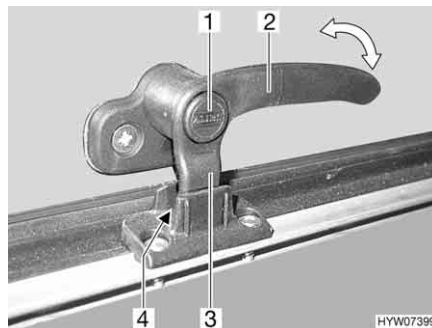
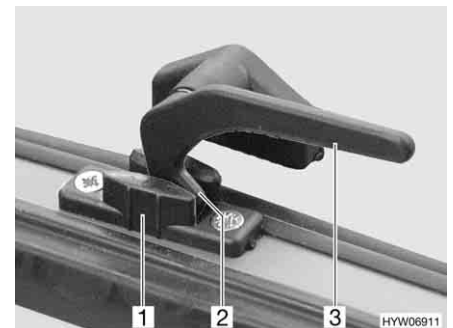

Bild 105 Verriegelungshebel mit Sicherungsknopf in Stellung "Dauerbelüftung"
Bild 106 Verriegelungshebel in Stellung "Dauerbelüftung"
- in Stellung "Dauerbelüftung" (Bild 105 und Bild 106)
- Wenn vorhanden, Sicherungsknopf (Bild 105,1) drücken und gedrückt halten.
- Alle Verriegelungshebel (Bild 105,2 oder Bild 106,3) eine viertel Umdrehung zur Haubenmitte hin drehen.
- Alle Verriegelungshebel wieder zurückdrehen. Die Verriegelungsnase (Bild 105,3 oder Bild 106,2) dabei in die Aussparung der Haubenverriegelung (Bild 105,4 oder Bild 106,1) einfahren.